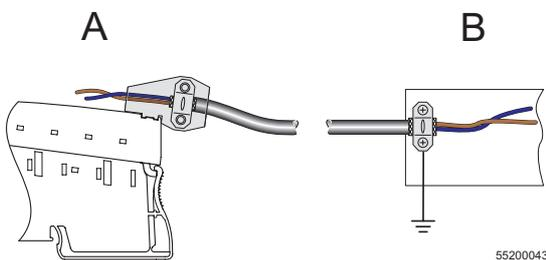

Abb. 4 Anschluss von analogen Sensoren über eine mehrdrige Sammelleitung
Schließen Sie die analogen Sensoren **grundsätzlich** mit paarig verdrehten und geschirmten Leitungen an (siehe Abb. 4).
- Setzen Sie den Außenmantel der Sammelleitung an der erforderlichen Stellen ab und schließen den Schirm über die Schirmanschlussschelle des Schirmsteckers an der Inline-Klemme an (siehe A in Abb. 4).
- Führen Sie die Sammelleitung an die Sensoren (siehe B in Abb. 4).